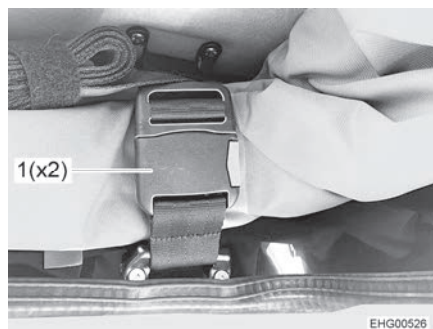

Fig. 57 Boucle de fermeture de sangle
- Ouvrir les deux boucles de fermeture de sangle (Fig. 57,1).